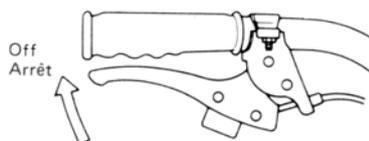

Fig. 12
- 1) Grasp the clutch lever to release the clutch. (Fig. 12)
- 1) Serrer le levier d'embrayage pour désengager l'embrayage. (Fig. 12)